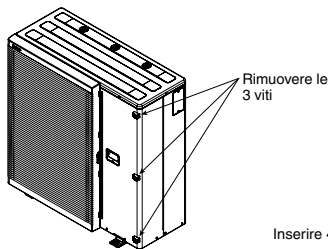

Fig. 6-1
1. Rimuovere le 3 viti di fissaggio al mantello di copertura frontale. (Fig. 6-1)